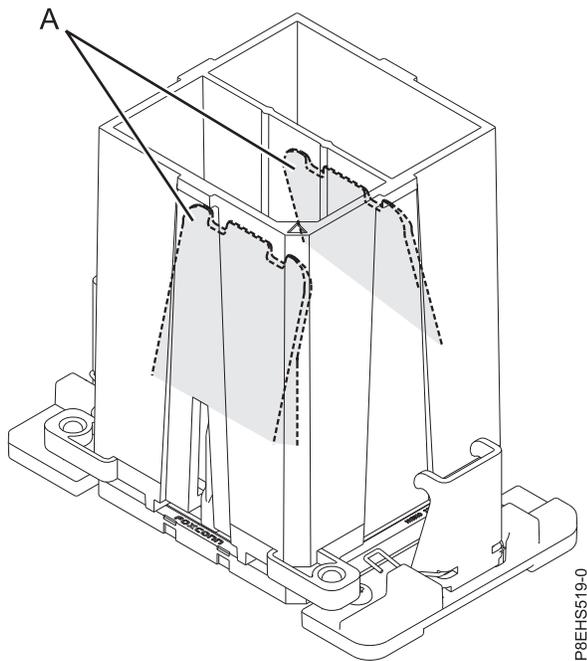

Figura 101. Extracción de la herramienta del módulo del procesador del sistema
- c. Una vez alineadas correctamente las patillas de guía y los orificios del módulo del procesador del sistema y la herramienta, presione las dos pestañas de sujeción azules (**A**) y manténgalas presionadas hasta que se alcance un tope firme, como se muestra en la Figura 101 en la página 100. A continuación, levante la herramienta para sacarla del módulo del procesador del sistema.